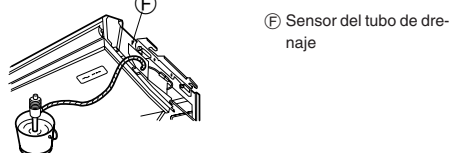

Fig. 5-3
1. Sujete el adaptador de junta (5) que se suministra con la unidad en la abertura de drenaje con cinta plástica adhesiva.
2. Asegure el tapón del adaptador (6), que se suministra con la unidad, en el adaptador de la junta (5).
3. Conecte una tubería de PVC (O.D. ø26 mm, 1-32 inch) al tubo de unión (5) con un adhesivo de cloruro de vinilo.
4. Enrosque el tapón (7) del tubo de drenaje suministrado con la unidad. (tapando la junta)
5.3. Comprobación del desagüe (Fig. 5-3)